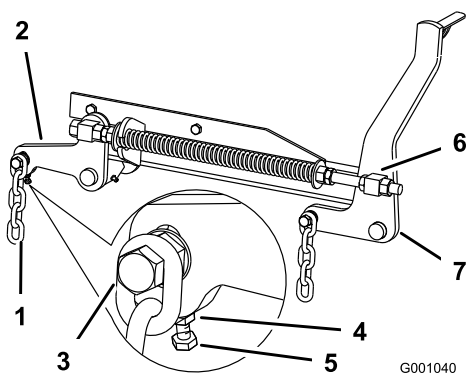

Figura 68
- Si las medidas realizadas en las posiciones **B** o **C** no son correctas, afloje el perno que fija la cadena trasera al brazo de soporte trasero (Figura 68).
- Afloje la contratuerca situada debajo del brazo de soporte trasero y ajuste el perno de ajuste hasta obtener una medida de 79 a 83 mm (Figura 68).
- Afloje las contratuercas de pivote delantero, en la parte delantera de los pivotes derecho e izquierdo, aproximadamente 13 mm (Figura 68).
- Ajuste las tuercas de elevación en el lado izquierdo y derecho de la máquina hasta obtener una distancia de 6 a 10 mm menos en la parte delantera en **A** que en la parte trasera, en **B** (Figura 68).